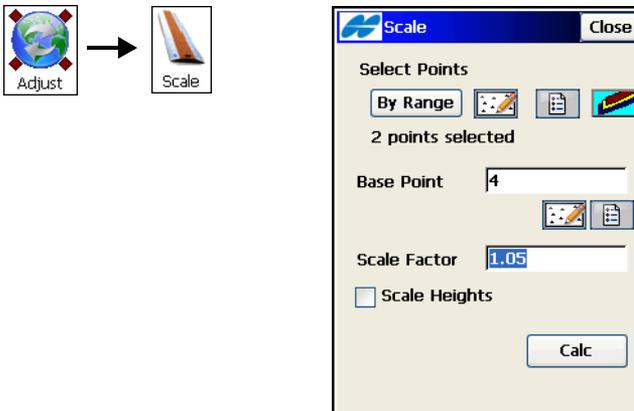

Abbildung 10-23. Maßstab
Die Funktion **Maßstab** skaliert die Entfernungen zwischen Punkten relativ zu einem Ausgangspunkt. Im Fenster *Maßstab* (Abbildung 10-23) haben Sie folgende Möglichkeiten:
1. Markieren Sie die Punkte für die Funktion. Tippen Sie im Feld *Punkte wählen* auf **nach Bereich**. Geben Sie den Punktnamensbereich ein oder wählen Sie die Punkte für die Funktion auf der Karte oder in der Liste (Abbildung 10-23).